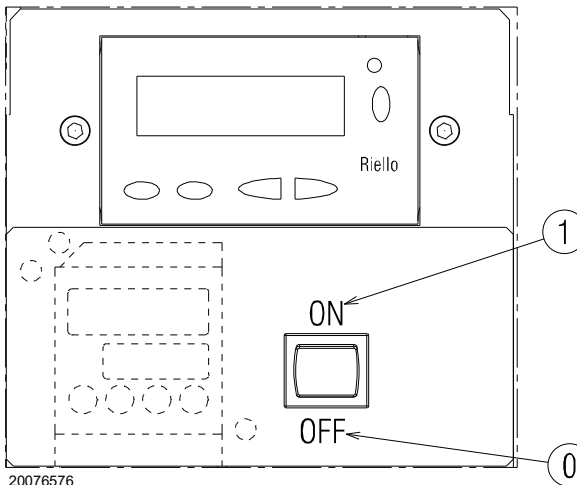

Рис. 30
Замкните термостаты/реле давления и установите выключатель (Рис. 30) в положение «1/ВКЛ.».
- Установите выключатель Рис. 30 в положение «0/ ВЫКЛ.» и подождите, пока автомат горения не выполнит процедуру отключения.
Горелка находится в режиме ожидания тепла или переключатель «0-1» (Рис. 30 на стр. 32) установлен в положении «0».